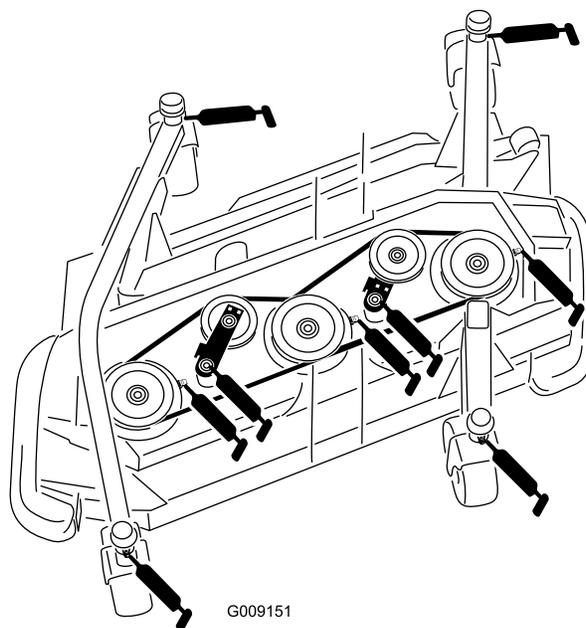

Figura 91
articolazione del tendicinghia) come illustrato nella Figura 91
- 4 bocche dell'albero della forcella della ruota orientabile (Figura 91)
- 3 cuscinetti dell'albero del fusello (situati sull'alloggiamento del fusello) come illustrato nella Figura 91